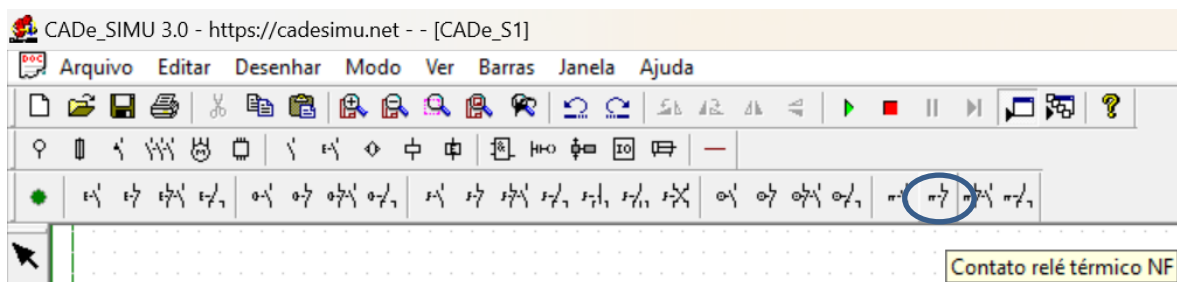

Figura 27 – Relé térmico NF
14) O relé térmico é encontrado de acordo com a Figura 27.